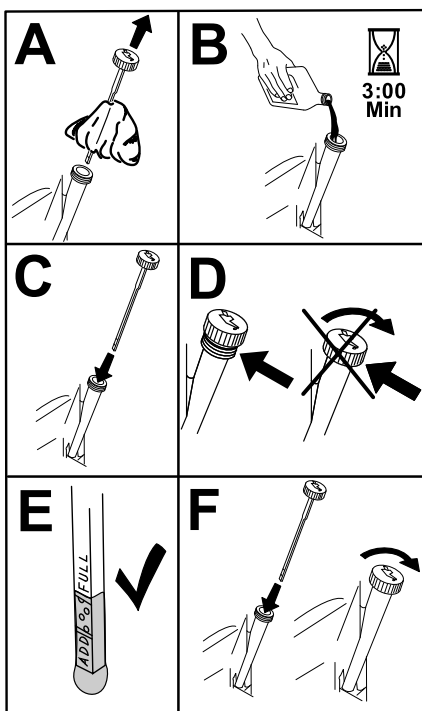

Figure 36
8. Versez lentement environ 80 % de l'huile spécifiée dans le tube de remplissage, puis faites l'appoint lentement pour faire monter le niveau jusqu'au repère maximum (**Full**) (Figure 36).